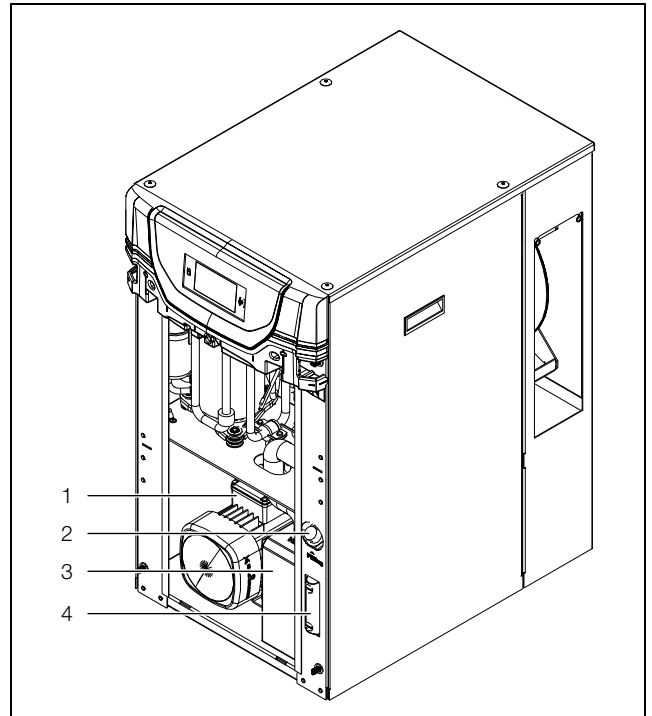

Fig. 41 : remplissage du liquide de refroidissement
- Remplir le refroidisseur d'eau en eau en utilisant l'embout de remplissage de la cuve (fig. 41, pos. 2).
- Vérifier le niveau à l'aide du témoin de remplissage (fig. 41, pos. 4).